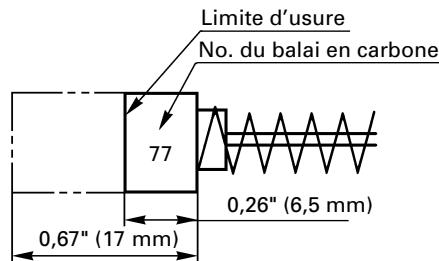

Fig. 21
## 5. Contrôle des balais en carbone (Fig. 21)
**REMARQUE:** Utiliser le balai en carbone HITACHI No. indiqué sur la Fig. 21.